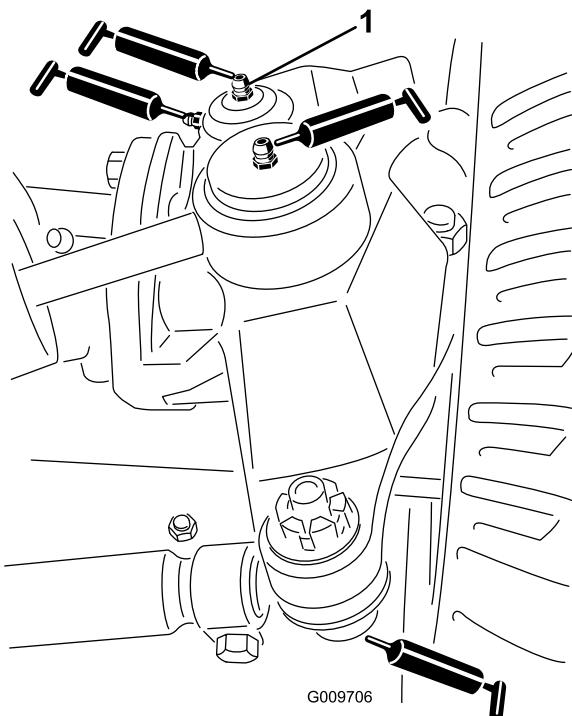

Figura 50
- Articulaciones esféricas del cilindro de dirección (2) (Figura 50)
- Articulaciones esféricas de las bielas (2) (Figura 50)
- Casquillos del pivote de dirección (2) (Figura 50). **El punto de engrase superior del pivote de dirección debe lubricarse solamente cada año (2 aplicaciones).**